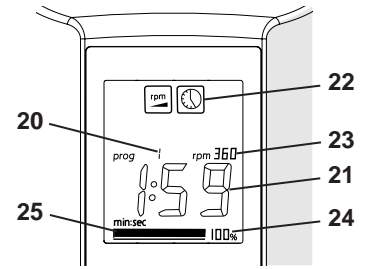
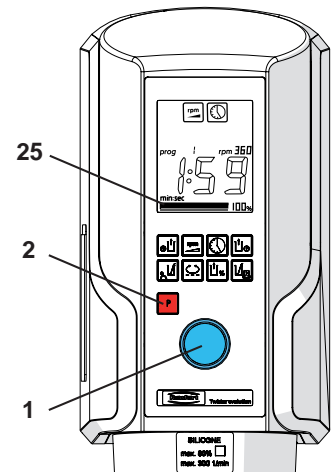

Fig. 7
Fig. 8
- ⇒ Appuyer sur la touche de programme «P» (2).
- ⇒ Choisir le programme en tournant le bouton de commande (1).
- ◆ Informations affichées pour le programme sélectionné (Fig. 7):
- ⇒ Fixer le bol (15) sur l'appareil.
- ⇒ Ne relâcher que lorsque le bol tient tout seul et que la barre de l'indicateur de vide a franchi la moitié (25, Fig. 8) !